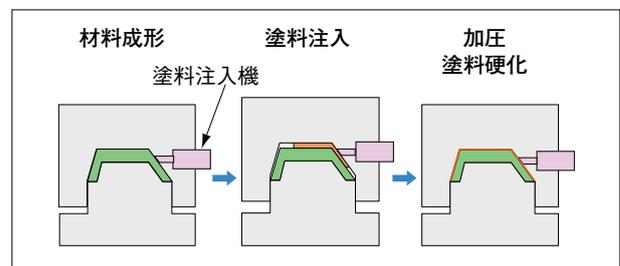

図2 インモールドコーティング『注入法』の工程
IMCの『注入法』は、図2にあるように成型されたプラスチック基材に対して、同一金型内で基材と金型の間に塗料を注入し、塗料に熱と圧力をかけることで塗膜が形成される手法である。IMCの『注入法』についての特長を表1にまとめた。この手法は、①省エネルギーな塗装方法、②高外観塗膜が得られるといった利点が挙げられる。一方、基材成型と塗装を一連で行うために、③専用設備が必要、④製品形状に制限があるという面でノウハウが必要となる